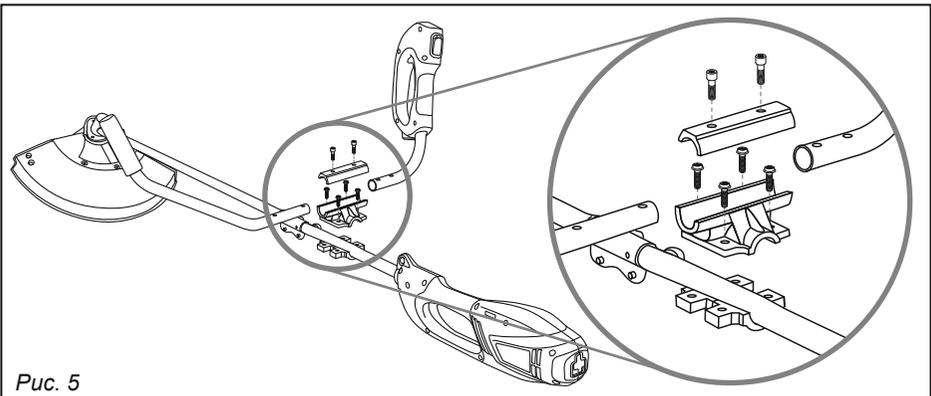

Рис. 5
6.4. Установка рукоятки (рис. 5)